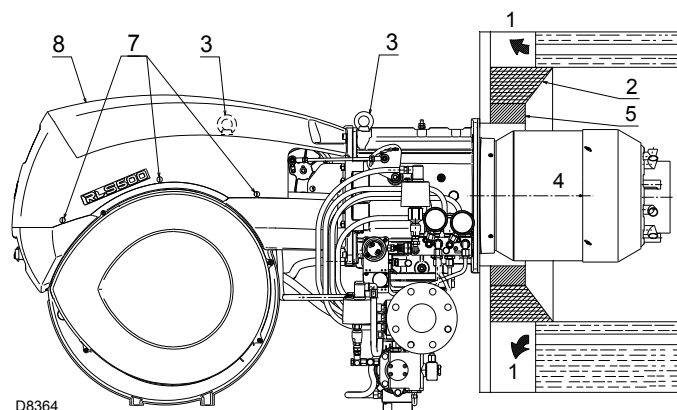

图 11
带前烟道 1) ( 图 11) 或中心回焰炉膛的锅炉，其使用耐火材料制成的保护性炉补 5) 必须装于锅炉炉补 2) 和燃烧筒 4) 之间。
对于带水冷前板的锅炉，则不需要耐火材料制成的炉补 2)-5)( 图 11) 除非锅炉制造商另有要求。
使用起吊环 3)，确保起吊系统满足需要（图 11）。
- 将随附的隔热垫（标准配置）安装到燃烧筒 4）（图 11）。
- 将燃烧器整体放置于已操作完成的锅炉安装孔上，见（图 11），拧紧随附的螺丝。